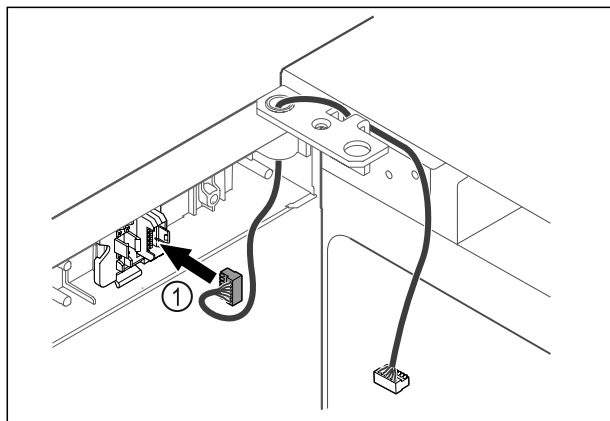

Fig. 50
- Stecker Fig. 50 (1) in Steckerhalterung einstecken.